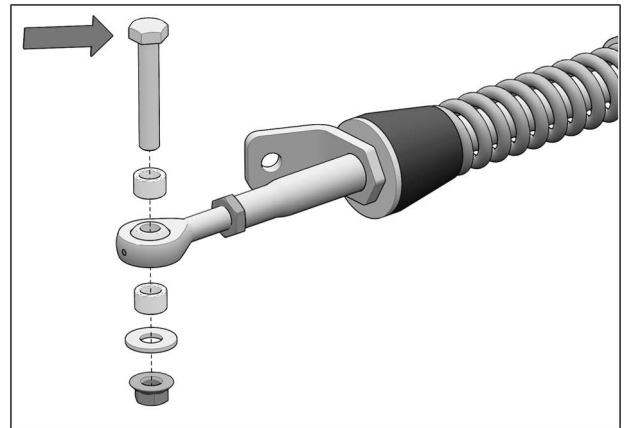

Fig. 17
- Retirer les boulons, rondelles, espaceurs et écrous installés aux rotules des bras stabilisateurs des systèmes avant. Voir la Fig. 17